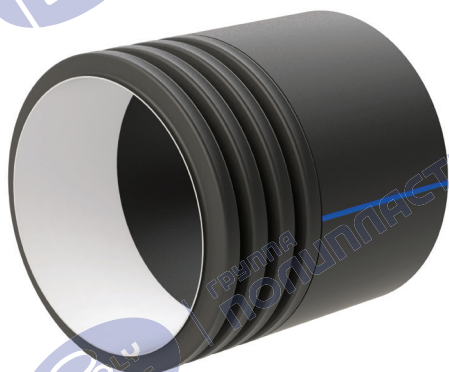

Рисунок 21 – Переход «КОРСИС–гладкая труба ПЭ»
Допускается проводить соединение труб ЭЛЕКТРОКОР с трубами ЭЛЕКТРОПАЙП, ЭЛЕКТРОПАЙП РС производства ООО «Группа ПОЛИПЛАСТИК» и другими видами труб через кабельные камеры (колодцы). Также допускается проводить соединение труб ЭЛЕКТРОКОР с трубами ЭЛЕКТРОПАЙП, ЭЛЕКТРОПАЙП РС с помощью переходов «КОРСИС – гладкая труба ПЭ» производства ООО «Группа ПОЛИПЛАСТИК» (рисунок 21).
11.1.2 При наличии у полимерного кабельного колодца гладкого патрубка подключение труб ЭЛЕКТРОКОР осуществляется с применением перехода «КОРСИС – гладкая труба ПЭ» (см. рисунок 21) и муфты с закладными нагревателями. Процесс сварки подробно описан в руководстве «Сварка полиэтиленовых труб при помощи деталей с закладными нагревателями.» [6].